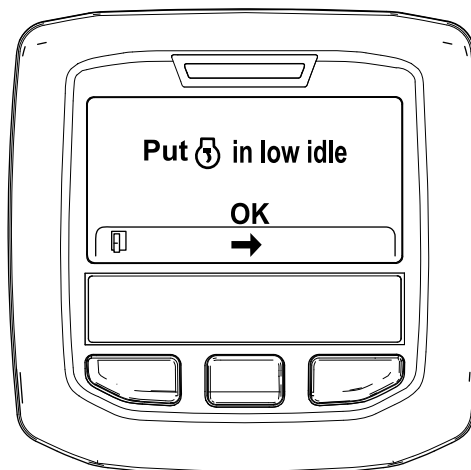

Рисунок 51
6. Переведите дроссельную заслонку в положение МАЛОЙ ЧАСТОТЫ ВРАЩЕНИЯ холостого хода и нажмите среднюю кнопку (Рисунок 51).